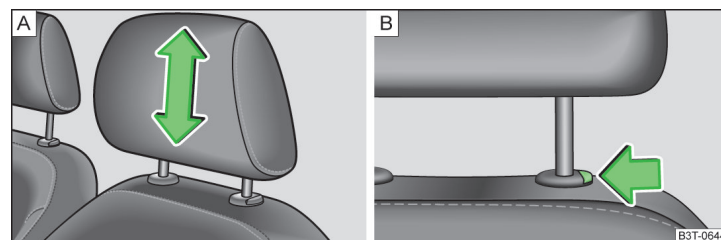

Fig. 69 Reposacabezas: ajustar / desmontar
- Agarre el reposacabezas por los lados con las dos manos y tire a discreción de él hacia arriba » fig. 69 - **A**.
- Si se desea desplazar el reposacabezas hacia abajo, pulse y mantenga pulsada la tecla de seguro » fig. 69 - **B** con una mano, y con la otra mano desplace el reposacabezas hacia abajo.
- Pulse la tecla del seguro en el sentido de la flecha » fig. 69 - **B** y extraiga el reposacabezas.